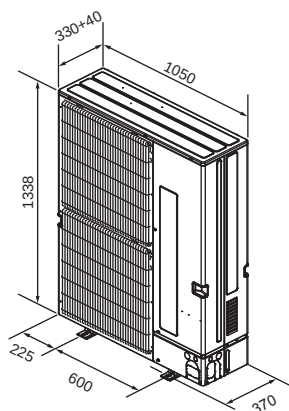

Fig. 2-1
2.3. Габаритні розміри (зовнішній блок) (Fig. 2-1)